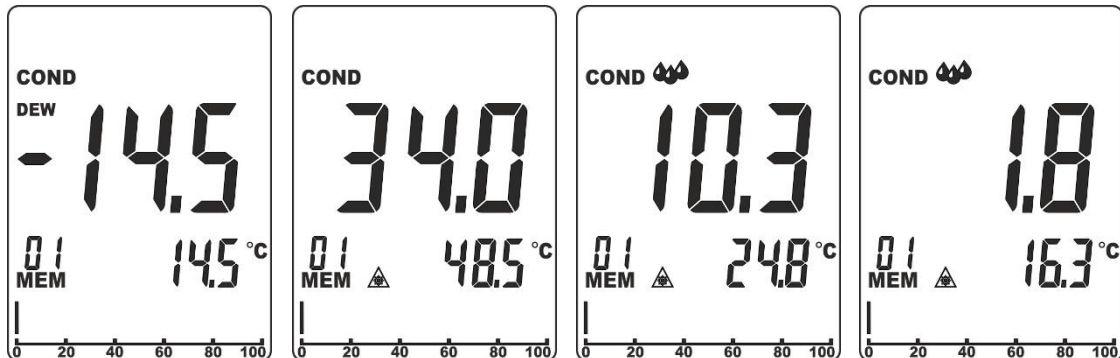

Fig. 11: Mesure du différentiel de température de surfaces
3. Appuyer simultanément sur les touches **RH%** et **MOI** pour accéder au mode de mesure Condensation. L'instrument affiche la valeur de la température de rosée mesurée par le capteur intégré sur l'écran secondaire et les indications « COND » et « DEW » sont présentes à l'écran (voir Fig. 11 – premier écran). L'écran principal affiche toujours la différence entre la valeur de température IRT et la température de rosée
- Si la température IRT est **supérieure de plus de 14°C (25°F)** par rapport à la température de rosée →, la différence de température (IRT-DP) est affichée sur l'écran principal sans autres indications (voir Fig. 11 – deuxième écran)
- Si la température IRT est **supérieure de 3°C à 14°C (5°F à 25°F)** par rapport à la température de rosée → la différence de température (IRT-DP) est affichée sur l'écran principal, l'indication « 🔥 » est présente à l'écran et l'instrument émet un son pour indiquer une situation de risque de condensation dans la zone (voir Fig. 11 – troisième écran)
- Si la température IRT est **supérieure de moins de 3°C (5°F)** par rapport à la température de rosée →, la différence de température (IRT-DP) est affichée sur l'écran principal ; l'indication « 🔥 » est affichée à l'écran et l'instrument émet un double son pour indiquer une situation de risque élevée de condensation dans la zone (voir Fig. 11 – quatrième écran)